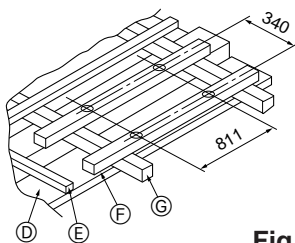

Fig. 2-4
#### ① Structures en bois (Fig. 2-4)